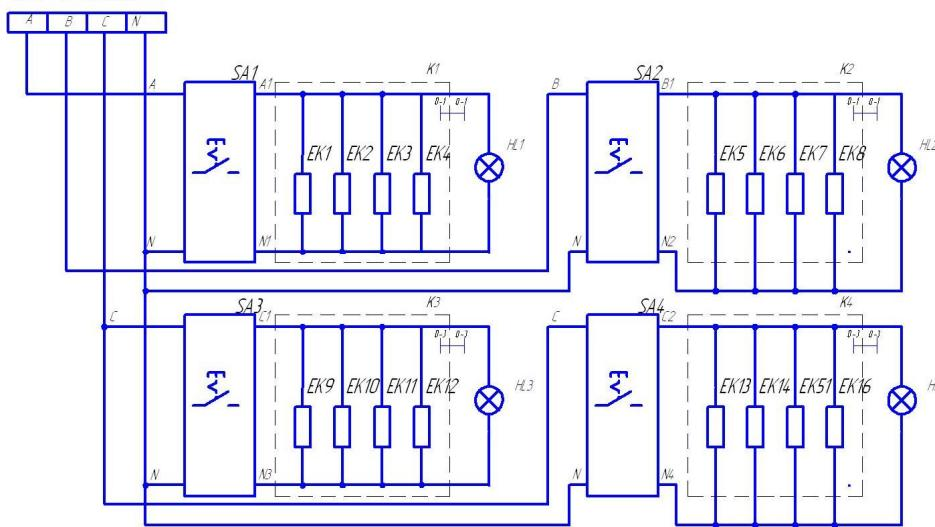

Рисунок 2
4.5 Схему электрическую принципиальную смотри рисунок 2, схему электрическую соединений – рисунок 3.